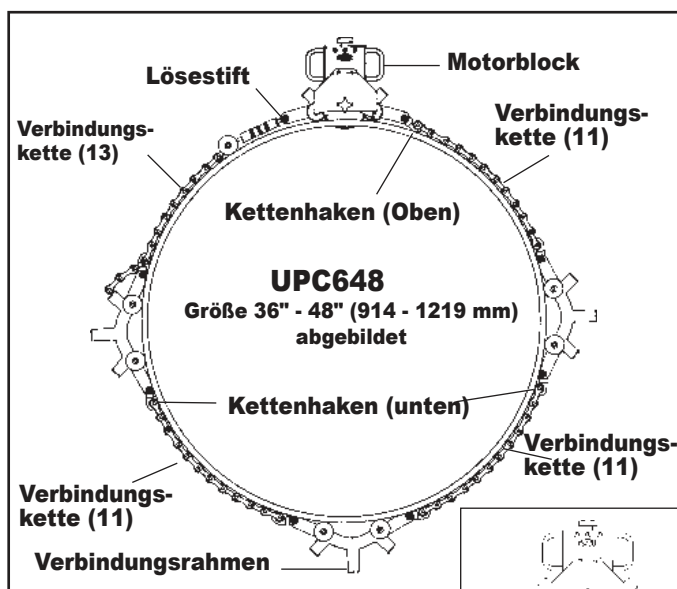

FIG. 5
3. 3. Verbinden Sie Verbindungskette (13) und Spansschlossbaugruppe mit dem Motorblock. Verwenden Sie hierzu den Lösestift. Verlängern Sie das Spansschloss bis in die äußerste Position (Abb. 5).
6. Wenn Sie das Rohr dort schneiden, wo Sie Verbindungsrahmen und Verbindungsketten (11) benötigen (UPC636 und UPC648), dann hakt sich die vormontierte Kette in die Aluminium-Verbindungsrahmen ein. Hierbei befinden sich die Kettenhaken in der unteren Position. Kehren Sie zurück zu Schritt 5. Achten Sie hierbei unbedingt darauf, dass die Verbindungsrahmen denselben Abstand zum Motorblock haben (Abb. 5).